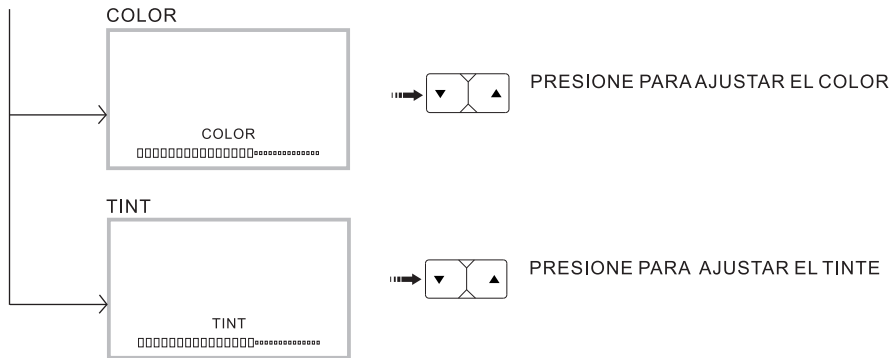

Fig. 1 Control de brillo, contraste, color y tinte
- Con cada presión de menos de un segundo se ingresa por turno al modo ajuste de Brillo, Contraste o Color (vea Fig. 1)